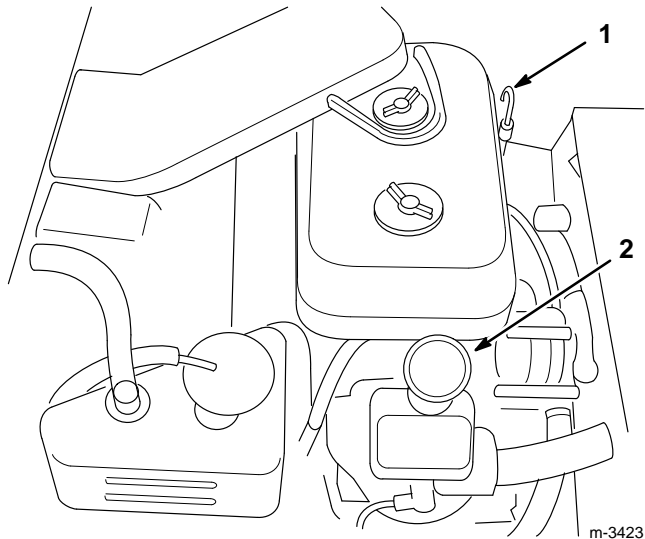

Abbildung 4
3. Den Bereich um den Ölpeilstab (Abb. 4) herum sauberwischen, damit kein Schmutz in die Peilstaböffnung fallen und den Motor beschädigen kann.